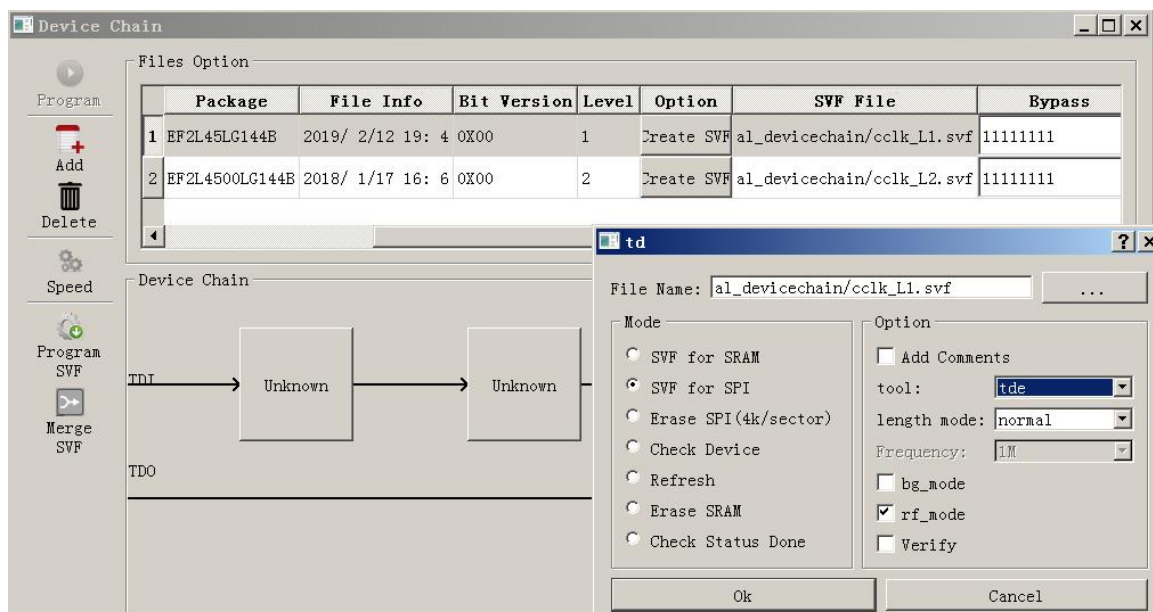

图 20 生成用于烧写 FLASH 的 svf 文件
- 3) 图 20 所示是生成用于 TD 软件或者 JTAG STUDIO 使用或者 MCU 使用的 SVF 和 TDE 文件的页面选择。其中 bg_mode 是指是否背景升级 FLASH；rf_mode 是指加载完成后，是否执行 refresh 指令，从 FLASH 加载新的位流；Verify 是指加载后，是否需要回读检验 FLASH 内容。